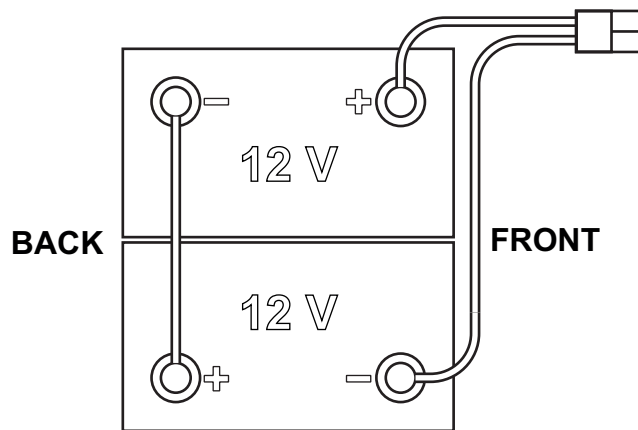

Figura 1
La máquina necesita de 2 baterías de 12 V, conectadas según el esquema que se indica en la Figura 1.
1. Girar la llave de encendido (41) en “O” para apagar la máquina.
2. Desconectar el conector de las baterías pulsando el pulsador de emergencia (5).
3. Levantar la tapa (18) y controlar que el depósito del agua de recuperación (17) esté vacío, si no vaciarlo mediante el tubo de descarga (26).
4. Cerrar la tapa (18).
5. Empuñar la manilla (35) y levantar el conjunto depósito del agua de recuperación (17) con cuidado.
8. Colocar e instalar los cables de las baterías como se indica en el esquema de la Figura 1, luego apretar con atención el dado sobre cada borne de las baterías.
9. Colocar la tapa de protección encima de cada borne, luego conectar el conector de las baterías (6).
10. Soltar la barra de soporte (36), luego empuñar la manilla (35) y levantar el conjunto depósito del agua de recuperación (17) con cuidado.